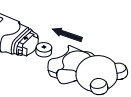

Abbildung 5
4. Verwenden Sie einen spitzen Gegenstand wie einen Stift, um die alte Batterie zu entfernen. Entsorgen Sie die Batterie gesetzeskonform. Ersetzen Sie sie durch neue 1,5 V DLRN-Knopfbatterie des Typs LR41 oder SR41, UC392, oder gleichwertig. Stellen Sie sicher, dass die Batterie mit der Polarität nach oben eingelegt ist (Abbildung 5).